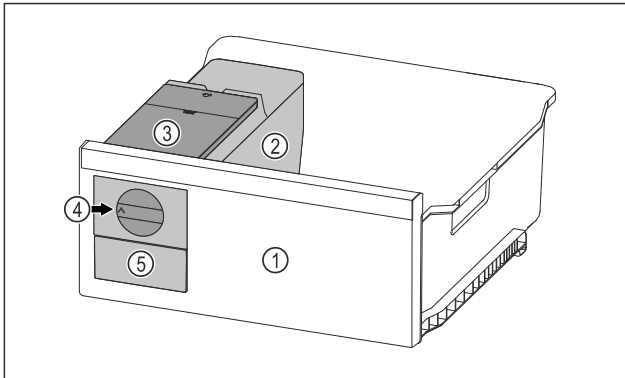

Fig. 99 Voorbeeld
- ▶ Draaiknop Fig. 99 (4) rechtsonder tot aan de aanslag draaien.
▷ Ijsblokjes vallen uit de ijsblokjes-schaal in de ijsblokjeslade Fig. 99 (5).